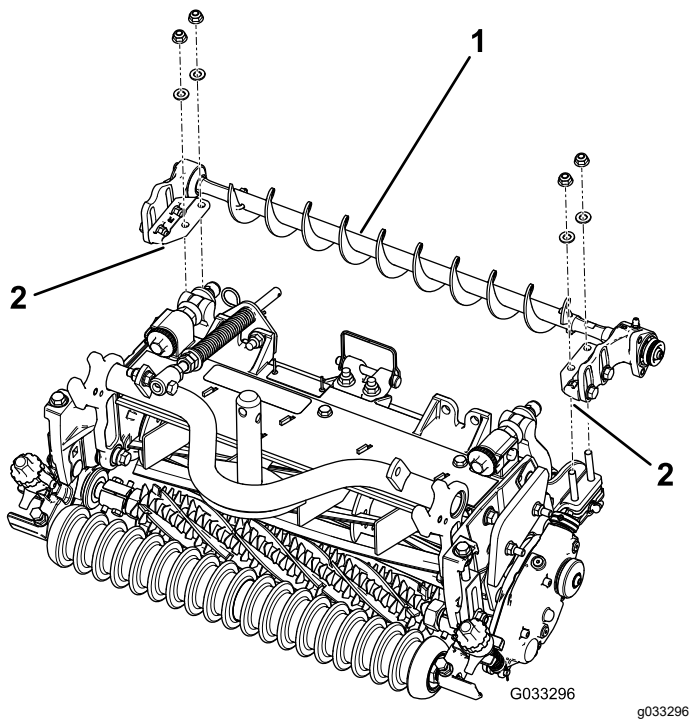

图 5
- 将左侧或右侧的滚筒刷组件安装支架固定到滚筒支架螺栓上图 5。